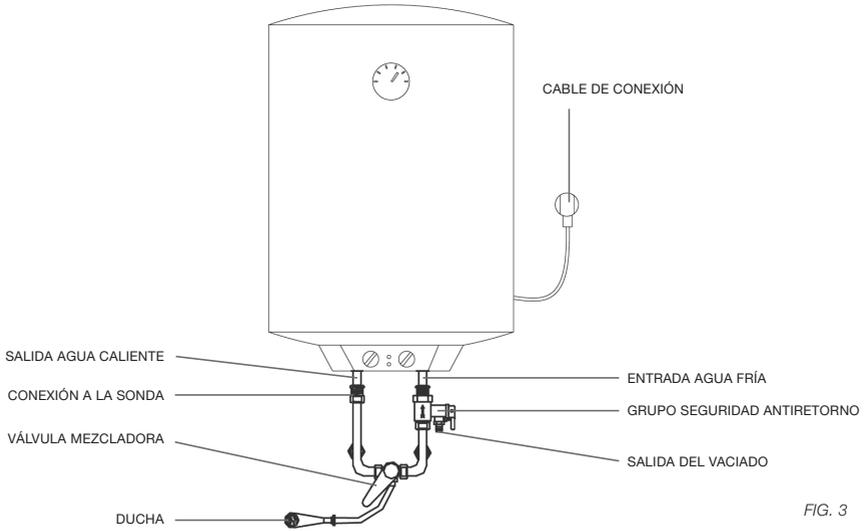

FIG. 3
- 4/ Conexión a la red: los aparatos se suministran a 230V monofásico. Se recomienda la instalación del enchufe a la derecha del termo en la parte superior para su facilitar su accesibilidad. El enchufe debe superar los 180 cm (fig. 3) de altura. El enchufe debe soportar una corriente de 10A.